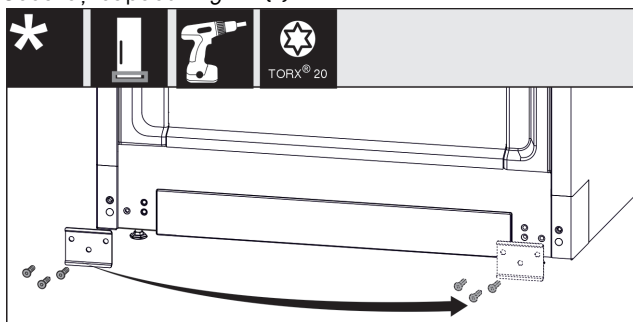

Fig. 15
- ▶ Deșurubați placa de tablă Fig. 15 (1), mutați-o pe cealaltă parte și înșurubați-o din nou.